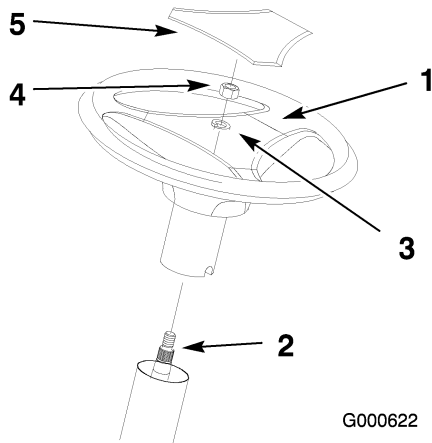

Bild 3
3. Richten Sie die mittlere Nabe zum Sitz aus und setzen Sie das Lenkrad auf die Keilwelle (Bild 3).
4. Befestigen Sie das Lenkrad mit einer Sicherungsscheibe (1/2 Zoll) und Mutter (1/2 Zoll) (Bild 3).
6. Drücken Sie die Logo-Abdeckung auf (Bild 3).